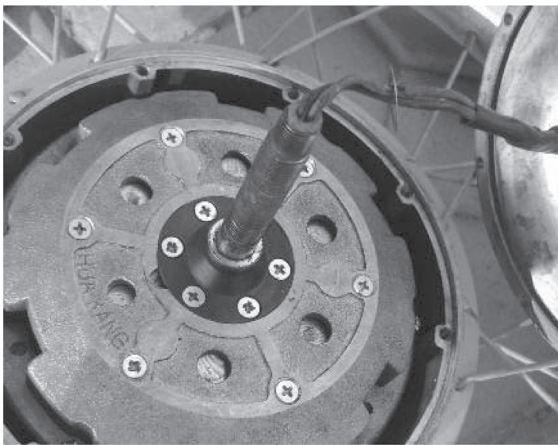

图 7-54 测量电动机正负间电阻
2) 用万用表的电阻挡测得电动机正、负极间的电阻为  $0.8\Omega$ ，如图 7-54 所示。